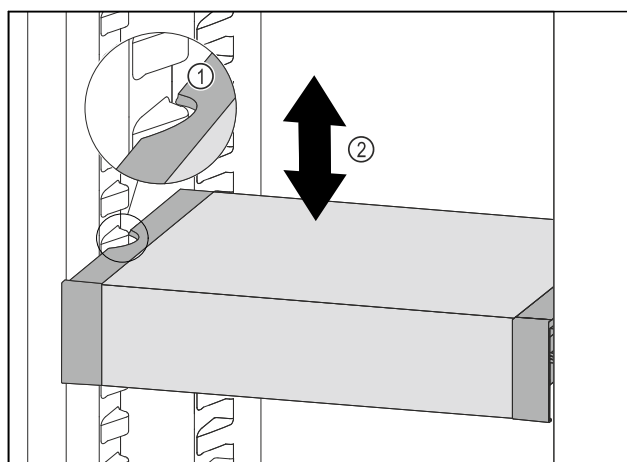

Fig. 127
- Predal VarioSafe povlecite v smeri naprej, dokler nista stranska izreza predala VarioSafe na višini nastavka za posodo v hladilniku. Fig. 127 (1)
- Predal VarioSafe premikajte v hladilniku gor ali dol, dokler ne dosežete zelene višine. Fig. 127 (2)